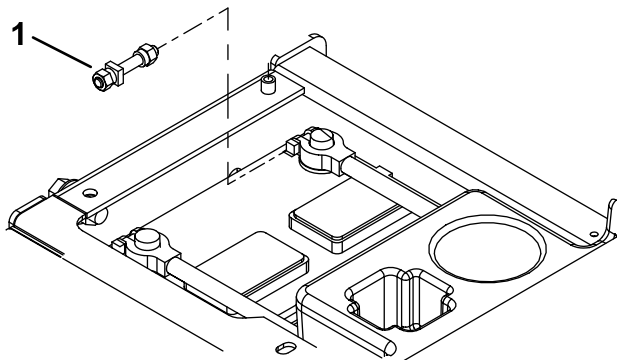

Figur 8
- Ta bort och kassera den befintliga klämskruven för batteriets minuskabel (Figur 8).